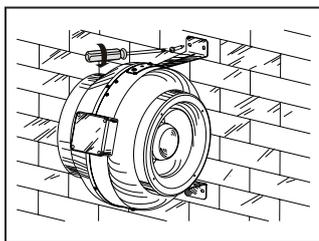

Abb. 10
5. Befestigen Sie den Ventilator mit den Schrauben, Abb.10.